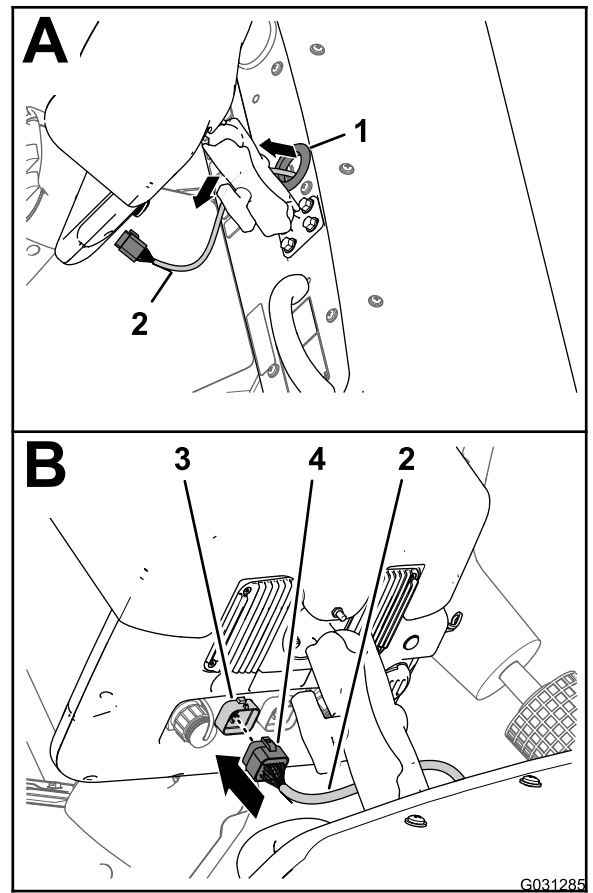

图 176
- 将数据线束 220cm 支管向上穿过环放在仪表板孔上的套环图 176。
- 将数据线束的 26 插槽接头与打药车显示器的 26 针接头对齐然后将插槽接头压入插针接头直至接头牢固卡紧图 176。